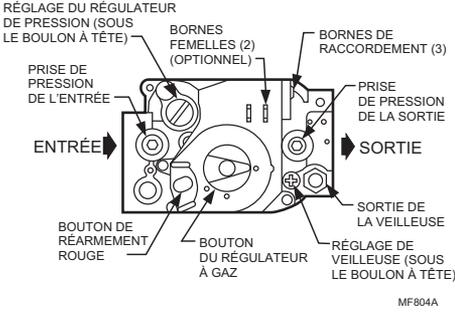

Fig. 1. Vue en plongée du bloc combiné gaz.
2. Retirer le boulon à tête du régulateur et la vis de réglage du régulateur de pression. Voir la Fig. 1.
6. Raccorder la canalisation aux orifices d'entrée et de sortie du régulateur à gaz. Appliquer la clé sur le bout carré du régulateur à gaz. Si l'on utilise un adaptateur, appliquer la clé sur l'adaptateur plutôt que sur le régulateur. Voir les Fig. 1 et Fig. 5.
3. Dévisser le raccord de compression de l'orifice de sortie (voir la Fig. 1). Faire passer le raccord de compression par-dessus le tuyau et le faire glisser afin qu'il ne nuise pas au travail.
1. Retirer la vis à chapeau servant à régler la veilleuse. Voir la Fig. 1.